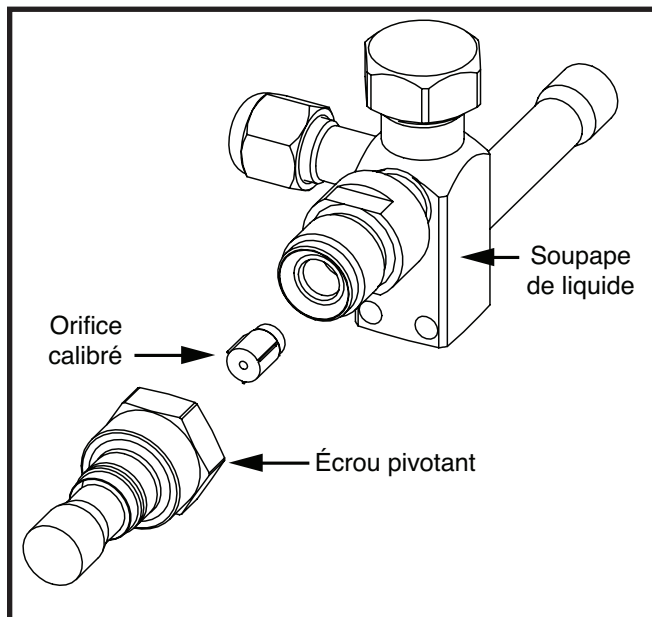

Figure 2. Soupape de liquide, orifice calibré et écrou pivotant
Si l'appareil extérieur est pourvu de la soupape de liquide montrée à la Figure 2, l'orifice calibré est situé à l'intérieur de l'écrou pivotant de la soupape de liquide et non pas à l'intérieur du distributeur de l'appareil extérieur. Effectuez les étapes 1 à 5 si l'orifice calibré extérieur doit être changé.
4. Insérez le nouvel orifice dans le corps de soupape, bout arrondi vers l'intérieur de la soupape. Voyez la Figure 2.